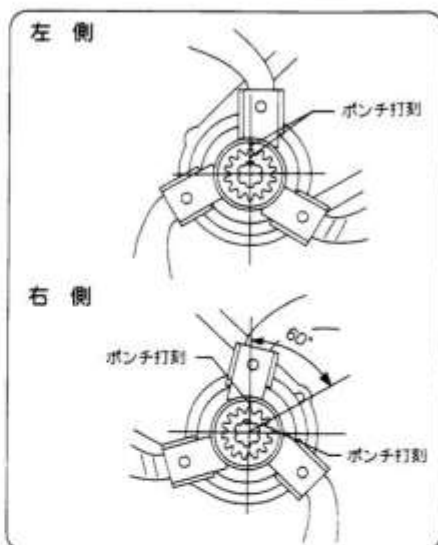

図39
- ❶ クロス刃受の組付は図39を参照にして組付けしてください。